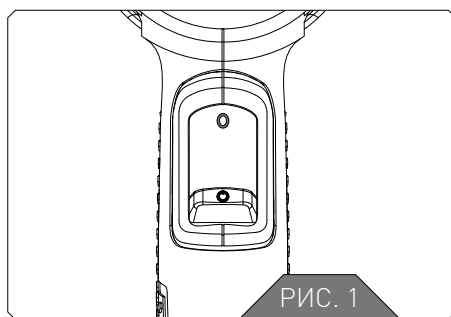

РИС. 1
Перед подключением разъема к сетевому напряжению убедитесь, что переключатель находится в позиции «0» (РИС. 1)
Установите переключатель на 0 (РИС. 1)
3. Избегайте непреднамеренного запуска. Перед тем как подключить к сети, взять или перенести тепловой пистолет, убедитесь, что переключатель находится в положении «ВЫКЛ» («OFF») (рис. 1). Переноска теплового пистолета с удержанием пальца на переключателе или подключение к сети теплового пистолета, у которого переключатель находится в положении «ON» («ВКЛ»), может привести к несчастным случаям.